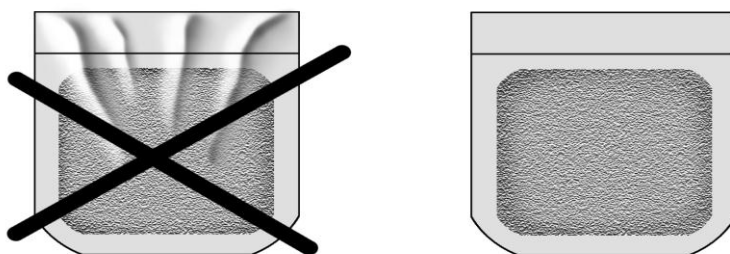

Рис.3
- Необходимо избегать складок пакета на планке во избежание последующего развакуумирования (Рис. 3).